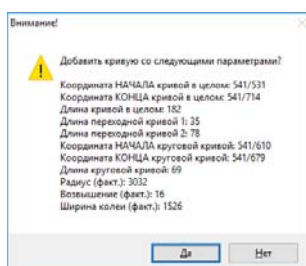

Рисунок 61 – Предупреждающее окно
- ответить на вопрос (см. Рисунок 61) в случае добавления – «Да»;